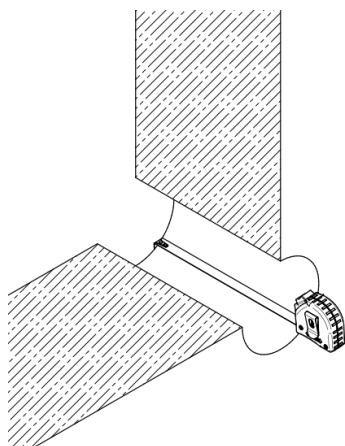

Рис. 14
3. Измерьте толщину стены в месте выполненного канала см. Рис. 14